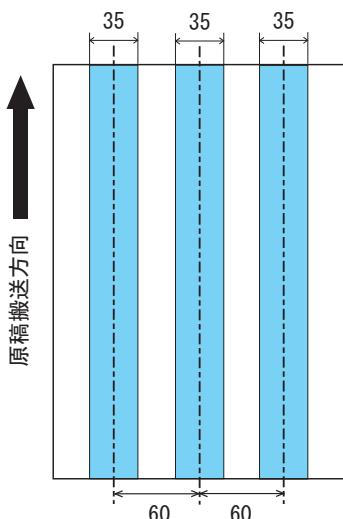

図1
(図 1 参照)
- 図 1 の領域は、Software Operation Panel を使って変更することができます。